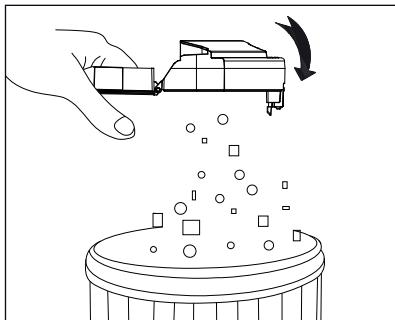

Fig. 9
- 3) Svuotare il contenitore del contenitore della polvere 14 in un contenitore per rifiuti (vedere fig. 9).